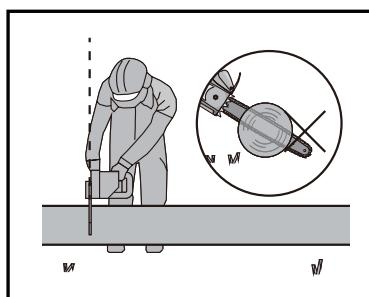

Figura 3
Quando il tronco è sostenuto per l'intera lunghezza, come illustrato nella Figura 3, praticare il taglio finale dall'alto (soprataglio) (1), evitando di toccare il terreno, in quanto la catena diventerebbe molto meno affilata.